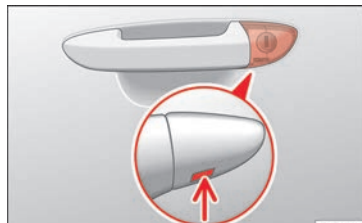

Fig. 3 Poignée de la porte du conducteur : barillet de serrure caché.
- Introduisez le panneton dans l'ouverture inférieure du cache de la poignée de la porte du conducteur » fig. 3 (flèche) et soulevez le cache.